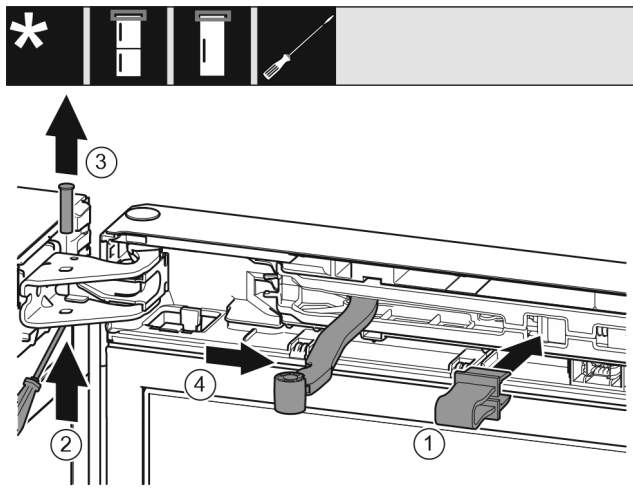

Fig. 9
- Forgassa az ajtó irányába a csuklót. Fig. 9 (4)
- Pattintsa be a biztosítékot a nyílásba. Fig. 9 (1)
- Tolja ki a csapszeget csavarhúzóval. Fig. 9 (2)
- Vegye ki a csapszeget felfelé. Fig. 9 (3)